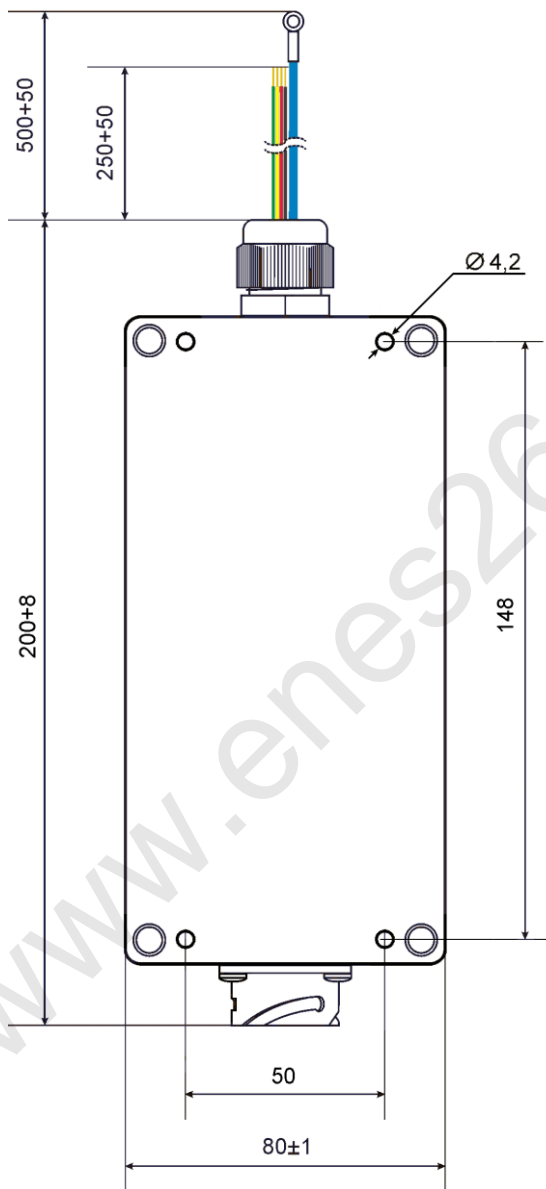

Рис. 3
7.4 Допускается крепить Трансмиссер на панель, при этом необходимо снять крышку корпуса и четырьмя винтами М4 через отверстия диаметром 4,2 мм рис.3 закрепить Трансмиссер на панели.